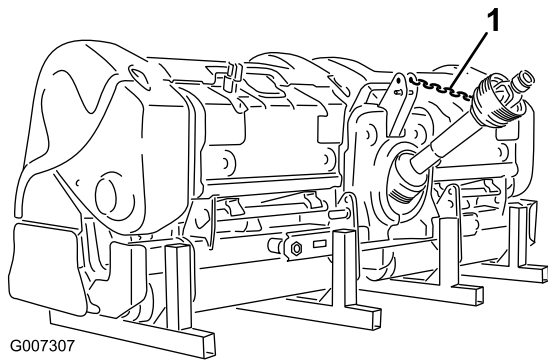

Figure 45
12. Fixez l'attache de PDF à la protection de PDF pour empêcher l'arbre de PDF de toucher le sol (Figure 45).